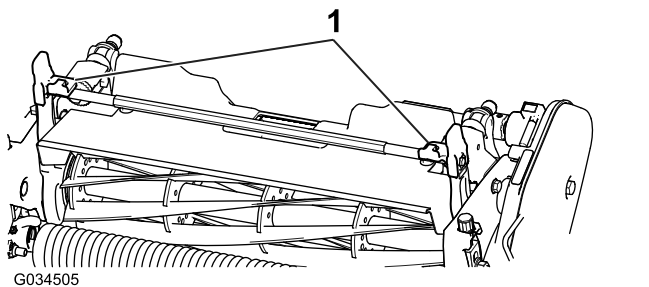
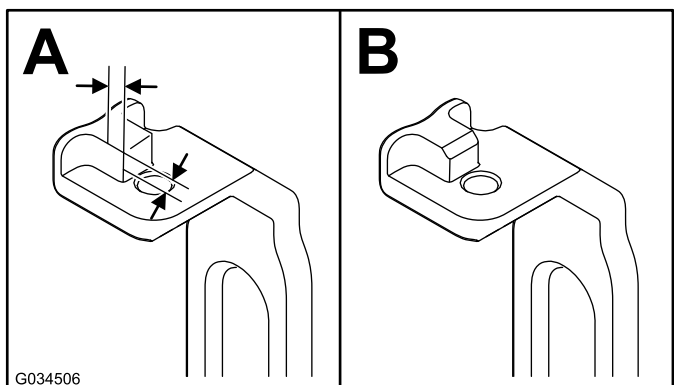

Bild 3
Bild 4
2. Messen Sie an beiden Neigungsarmen (Bild 3) 2,28 mm an den Nasen nach innen und fräsen Sie die Ecke ab, wie in Bild 4 abgebildet.